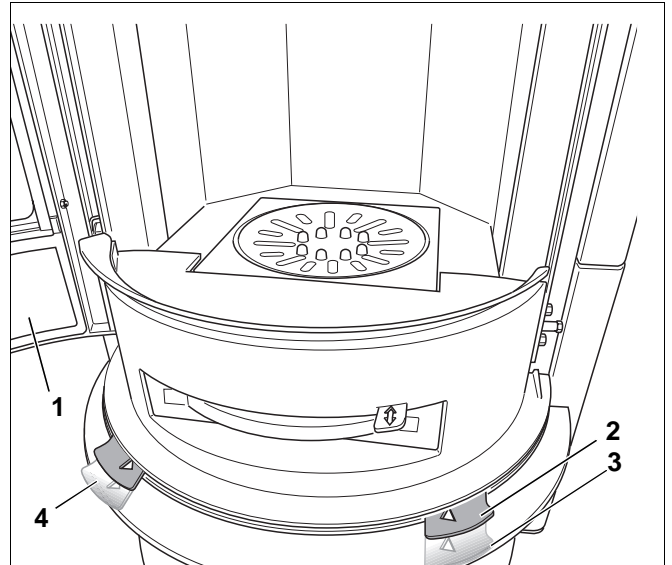

Abb. 18 Primär- und Sekundärluftschieber
- Öffnen Sie die Feuerraumtür (Abb. 18, **Pos. 1**).
- Stellen Sie den Schieber der Primärluftzufuhr und den Schieber der Sekundärluftzufuhr auf Stellung „Auf“ (Abb. 18).